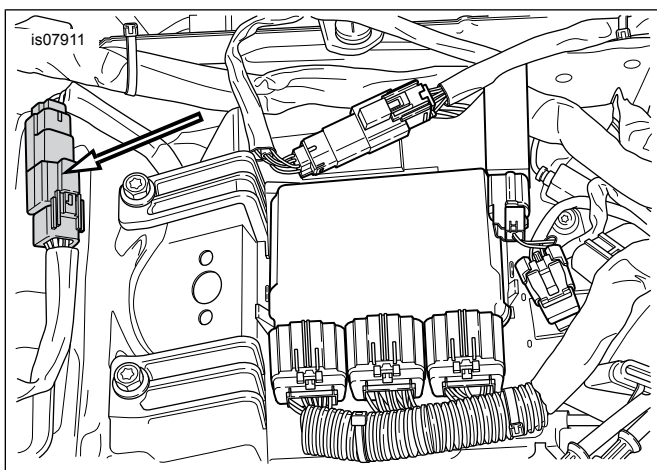

Figura 1. Conector del arnés de la iluminación trasera de seis vías [7] debajo del asiento (se muestra el modelo FL-HR/C)
1. Vea Figura 1. Localice el arnés de cableado trasero que sale del guardabarros trasero en el área debajo del asiento. Desenchufe, del conector del arnés principal [7A], el conector de cableado Multilock de seis vías en el guardabarros trasero [7B].